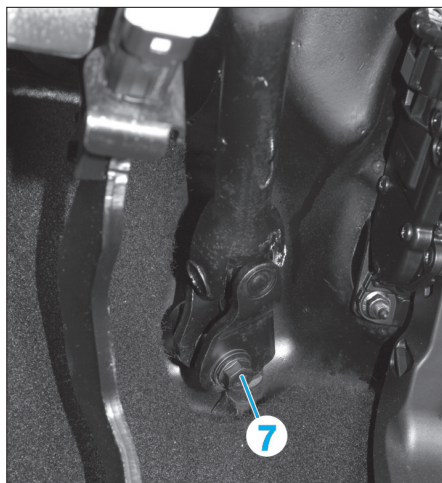

Fig. 6
- Déposer la vis (7) de la chape rabattable puis désaccoupler cette dernière du boîtier de direction (Fig.6).